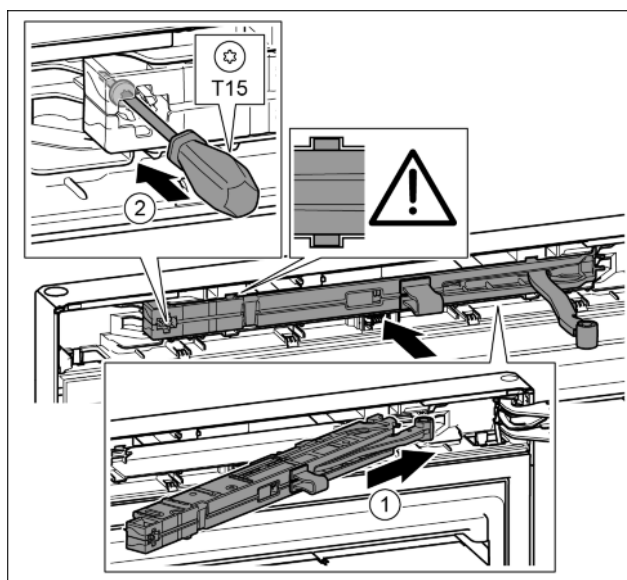

Fig. 20
- ▶ Jednotku tlumiče zavírání na straně stojanu ložiska zasuňte až na doraz šikmo do výklenku. Fig. 20 (1)
- ▶ Šroubovákem T15 pevně utáhněte šroub. Fig. 20 (2)